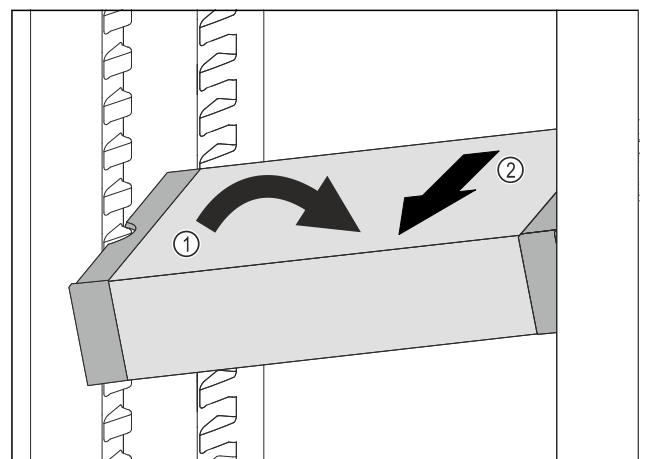

Fig. 161
- VarioSafe im Kühlteil schräg stellen. Fig. 161 (1)
- VarioSafe nach vorne entnehmen. Fig. 161 (2)